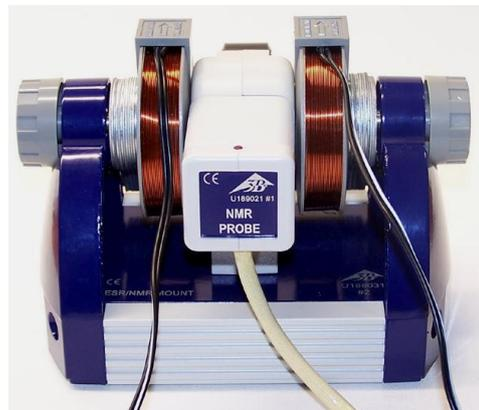

Fig. 8 Unité de base avec tête de mesure
- Placer la tête de mesure dans le logement prévu à cet effet de l'unité de base de telle manière que le boîtier soit bien en place (cf. fig. 8).